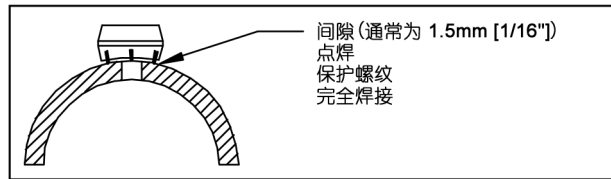

图 3：焊接缝隙
- 确保正确的焊接缝隙（通常为 1.5mm [1/16"]），通过点焊将螺纹焊接座固定到位，然后拆下检测杆和弹簧锁体。保护螺纹焊接座上的螺纹，然后根据适用的管道标准，完成螺纹焊接座与管道的焊接（参见图 3）。